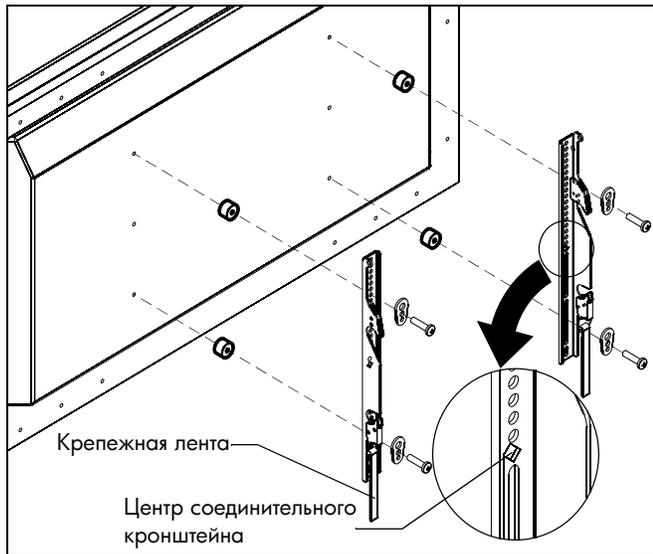

рис. 5
1. Совместите центр соединительного кронштейна со средней линией экрана. (см. рис. 5)
2. Достаньте из пакета с фурнитурой (A-N) винты соответствующего размера, втулки (при необходимости) и шайбы и прикрепите соединительные кронштейны к тыльной стороне экрана. (См. рис. 5)